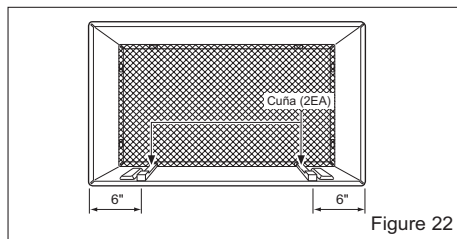

Figure 22
- 7 Para lograr una pendiente de posterior para el drenaje de la unidad, retire el envoltorio de las cuñas de 11-13/16" y acóplelas según se muestra a continuación en la Figure 22. Coloque el extremo más alto de la cuña en la parte frontal de la base del soporte de pared.